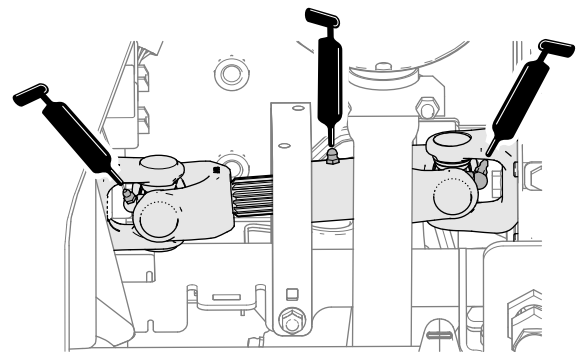

Figura 106
- Cardán del árbol de transmisión de la bomba (3) (Figura 106)